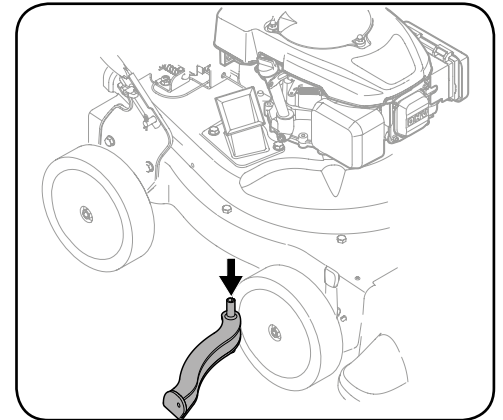

Рисунок 5-3
6. Извлеките и очистите экран путем соскабливания или промывания водой. См. рисунок 5-3.